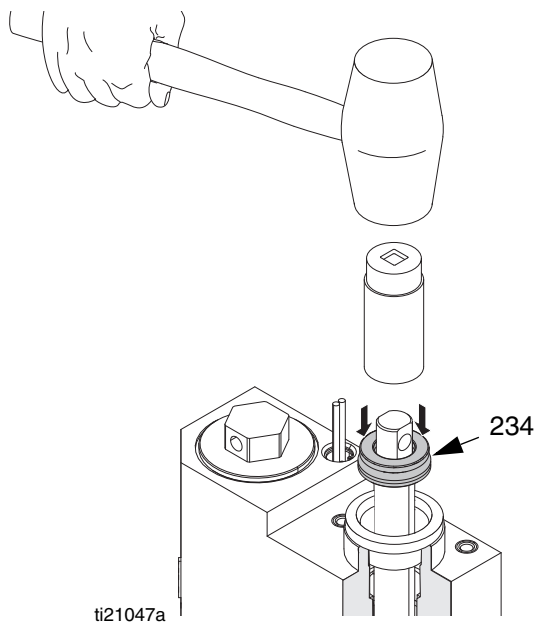

FIG. 33
3. Empuje el conjunto de la varilla del pistón (223) en el colector de salida del fundidor (203).
4. Engrase el sello en U del cuello (234) y deslice el sello en U sobre la varilla del pistón (223) con las pestañas mirando hacia abajo.
5. Coloque una llave de tubo de 7/8 pulg. (tracción de 3/8 pulg.) sobre la varilla del pistón (223) y luego use un martillo de goma para golpear suavemente el sello en U del cuello (234) y colocarlo en su lugar. Consulte FIG. 33.